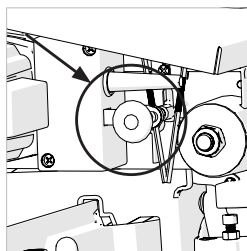

Fig. 6
- Arretierstift des Schneidkopfs herausziehen und Schneidkopf bis ganz nach oben fahren lassen. (**Abb. 6**)